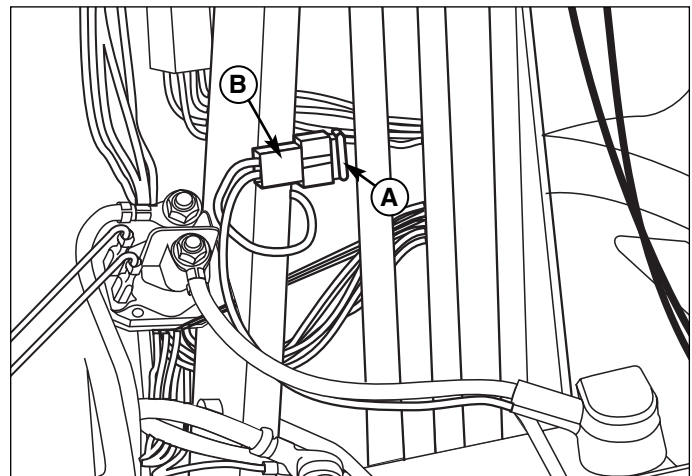
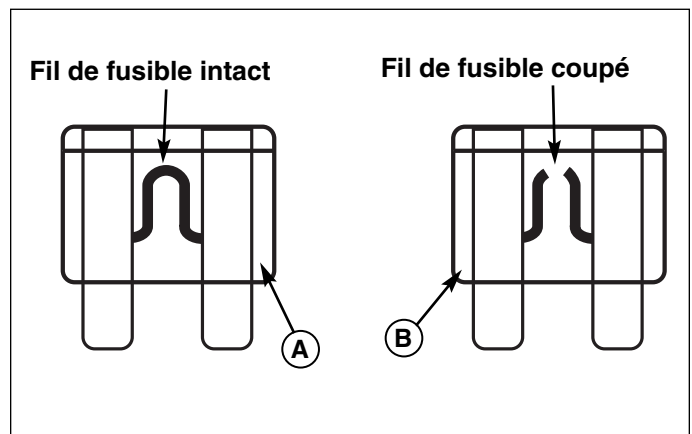

Figure 43. Fusible
Figure 44. Fusible à lamelles
1. Ouvrir le capot et repérer l'emplacement du porte-fusible (B, Figure 43) et du fusible (A) sur la colonne de direction.
2. Tenir le porte-fusible (B) d'une main et extraire le fusible (A).
3. Contrôler le fusible pour voir si le fil est coupé. Voir la Figure 44. Changer le fusible si le fil thermofusible est coupé. En cas de doute sur l'état du fusible, le changer.
4. Tenir le porte-fusible (B, Figure 43) et introduire un fusible neuf (A) bien à fond dans son logement.